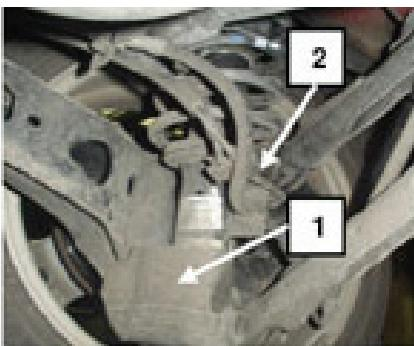

Fig. 7:
- **Fig. 7** Schutzabdeckung (1) der unteren Stoßdämpferbefestigung abnehmen.
- ABS Sensorkabel (2) und Bremsschlauch aus der Halterung clippen.
- **Fig. 7** Remove protective cover (1) on lower shock absorber attachment.
- Unclip ABS sensor cable (2) and brake hose from holder.
- **Fig. 7** Enlever le capuchon de protection (1) de la fixation inférieure de l'amortisseur.
- Déclipser du support le câble de capteur d'ABS (2) et le flexible de frein.
- **Fig. 7** Retirar la cubierta protectora (1) de la sujeción inferior del amortiguador.
- Extraer el cable del sensor del ABS (2) y el manguito del freno de la sujeción.